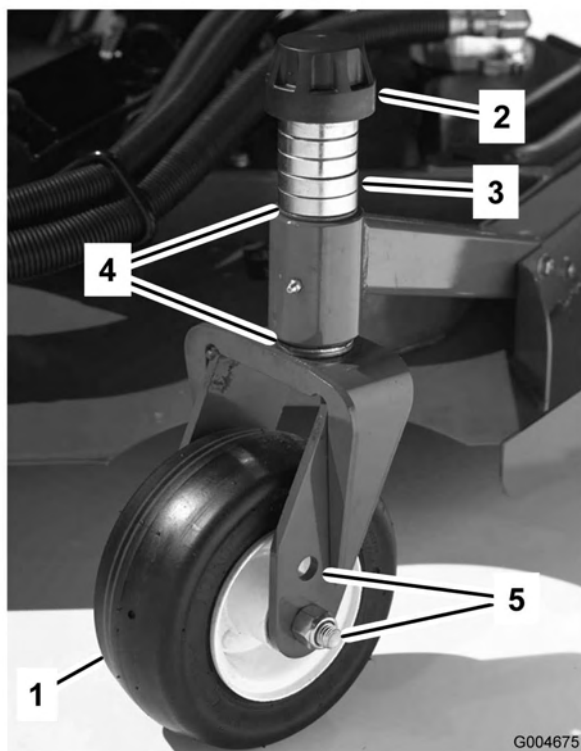
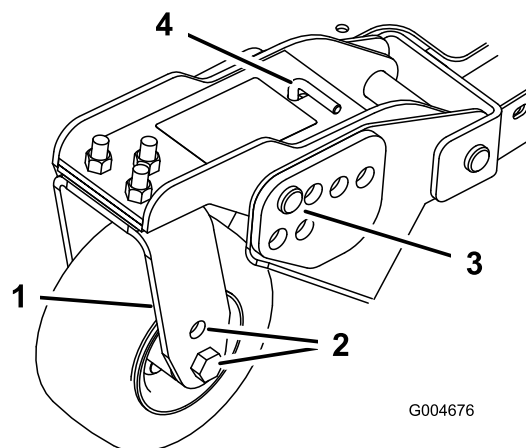
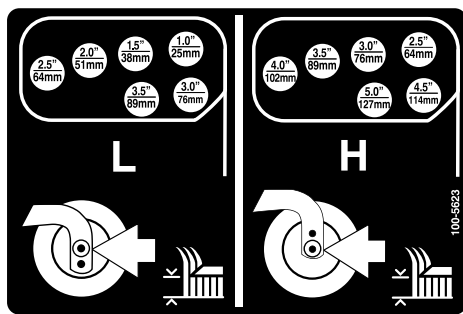

Bild 18
Bild 20
Bild 21
1. Stecken Sie die Laufradachsen in allen Gabeln in die gleichen Löcher (Bild 18 und Bild 20). Siehe die nachstehende Tabelle, um das richtige Loch für die jeweilige Einstellung festzustellen.
2. Entfernen Sie die Spannkappe von der Spindelwelle (Bild 18) und ziehen die Spindel aus dem Laufradarm heraus. Ziehen Sie zwei Beilagscheiben (3 mm) so auf die Spindelwelle, wie sie ursprünglich montiert waren. Diese Beilagscheiben sind erforderlich, um alle Mähwerke über die Breite auf ein Niveau zu bringen. Ziehen Sie die erforderliche Anzahl von 12-mm-Distanzstücken (siehe die nachstehende Tabelle) auf die Spindelwelle, um die gewünschte Schnitthöhe herbeizuführen; ziehen Sie dann die Scheibe auf die Welle auf.
4. Entfernen Sie den Splint und den Lastösenbolzen von den Laufradgelenkarmen (Bild 20).
5. Drehen Sie die Spannstanze, um den Gelenkarm anzuheben oder abzusenken, bis die Löcher mit den ausgewählten Löchern in der Schnitthöhenhalterung im Mähwerkrahmen ausgerichtet sind (Bild 20 und Bild 21).